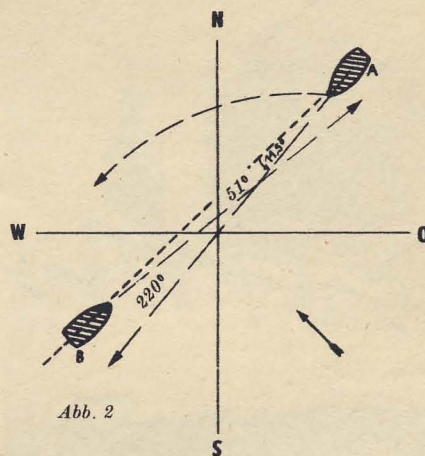

Abb. 2
2. Aufgabe: Bei mäßiger Brise aus SO steuert ein Schoner A einen Kurs von 220° . Man sieht etwa 1-Strich (11,5°) voraus an Steuerbord eine Bark B, die ungefähr 51° steuert und in derselben Peilung bleibt. Wie haben sich beide Schiffe zu verhalten? Die Antwort ist ausführlich zu begründen. (Abb. 2)